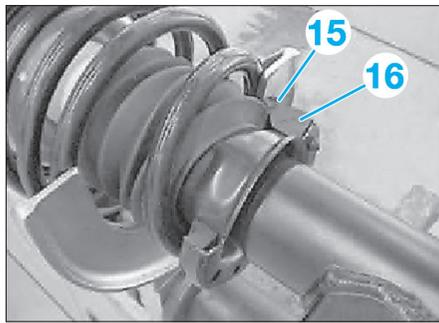

Fig. 15
- Engager la jambe de suspension dans le ressort hélicoïdal comprimé et l'ajuster par rapport à l'extrémité du ressort hélicoïdal (15) et de la cale d'appui inférieure (16) (Fig.15).